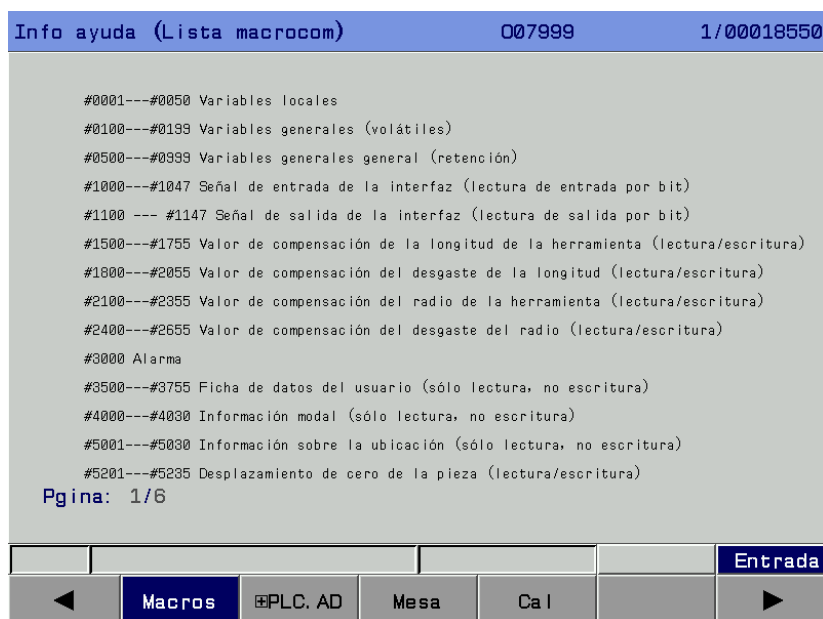

Figura 3-9-8
- Comandos de macros En la interfaz de <Ayuda>, pulse la tecla  para cambiar a la siguiente función de la tecla programable y, a continuación, pulse la tecla programable [Comandos de macros] para entrar en la interfaz de información de ayuda (Lista de comandos de macros), véase la Figura 3-9-8.